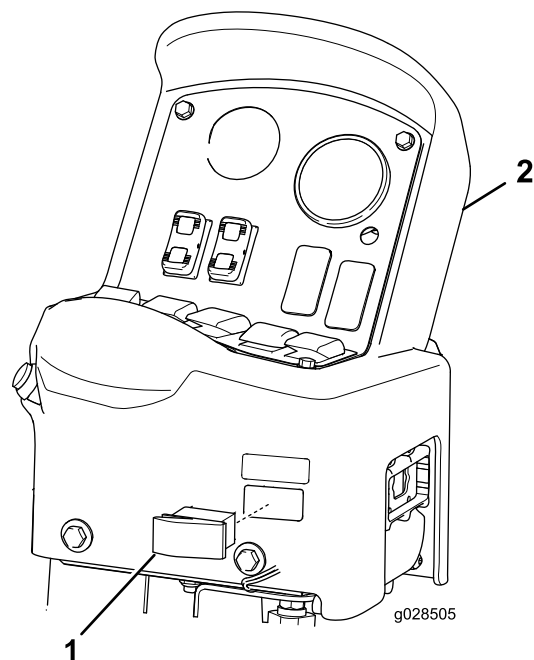

Bild 11
3. Setzen Sie den Kippschalter in die Öffnung in der Bedieneinheit (Bild 11) ein, bis der Schalter einrastet.
1. Entfernen Sie den Schlüsselschalter unten rechts an der Bedieneinheit (Bild 11).